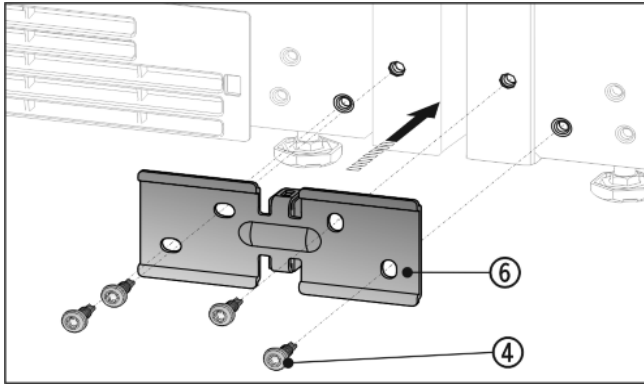

Fig. 8
- Työnnä kulma Fig. 8 (6) ja välikappale laitteiden väliin ja ruuvaa se löysästi kiinni 4 ruuvilla Fig. 8 (4).